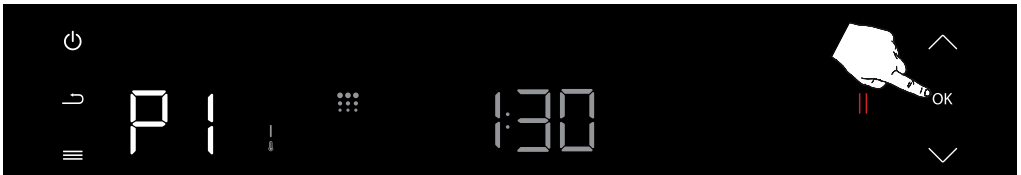

Abbildung 36
Drücken Sie die Bestätigungstaste (OK) einmal, um die Auswahl der pyrolytischen Reinigungsfunktion zu bestätigen. (siehe Abbildung 36)